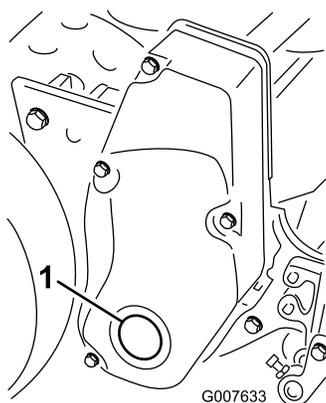

Figure 57
1. Enlevez le bouchon du couvercle d'entraînement droit (Figure 57).